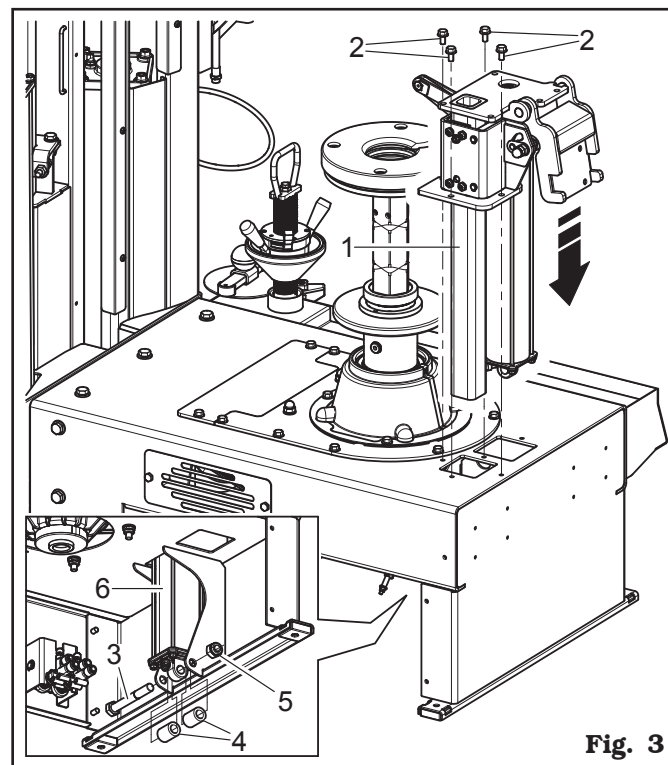

Fig. 3
3. Insertar el soporte base (**Fig. 3 ref. 1**) en el asiento dispuesto en el bastidor del desmontagomas, y atornillarlo con los tornillos (**Fig. 3 ref. 2**) suministrados.
Fijar la base del cilindro (**Fig. 3 ref. 6**) al bastidor del desmontagomas con el tornillo (**Fig. 3 ref. 3**) y la tuerca (**Fig. 3 ref. 5**), interponiendo los bujes (**Fig. 3 ref. 4**) entregados.